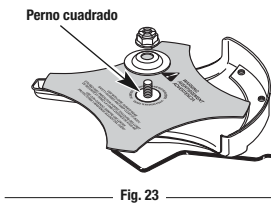

Fig. 23
2. Asegúrese de que la cuchilla de corte esté centrada en el orificio guía y que apoye en forma plana contra el buje del eje de salida (Fig. 23).